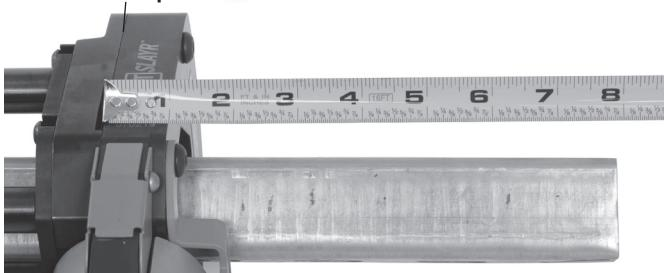

Figura 6A – Medición de la longitud de la canaleta
- Use la ranura para enganchar la cinta de medir, que está en el plano de corte (Figura 6A).